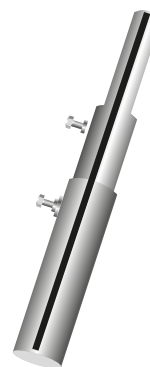

Рисунок 2
- 4 Приготовьте необходимые инструменты и приспособления (дрель, гаечные ключи, молоток и т.д. и т.п.), вкрутите стопорные болты в наваренные гайки до фиксации колен между собой так, чтобы не происходило самопроизвольного выдвигания колен. Освободите мачту от транспортной лентой. Рис. 2.